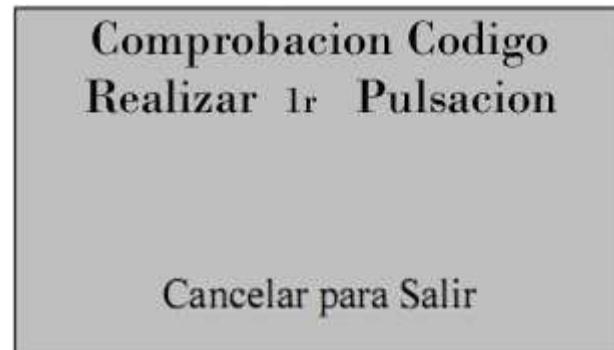

Fig. 5
- Pulsar e aparecerá no display “**Realizar 1ª pulsación**” (fig.5)